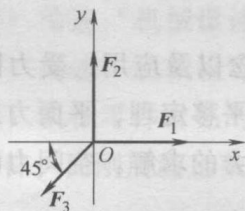

图 1-4
(4) 平面汇交力系如图 1-4 所示, 已知 $F_1 = F_2 = F_3 = 2\text{kN}$, 则该力系合力 F_R 的大小为 ()。